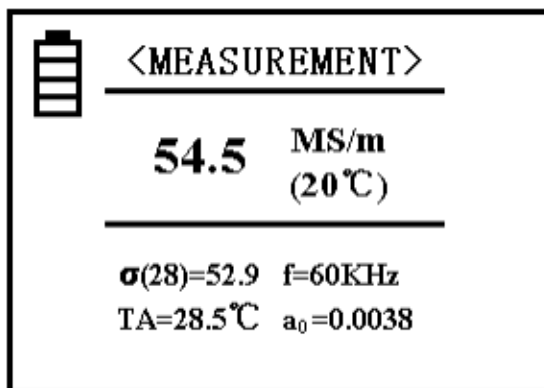

Bild 2
Wenn Sie die Taste "MEAS" drücken, gelangen Sie sowohl aus dem Willkommensbildschirm, als auch aus dem Kalibrierenmenü und der Einstellungsoberfläche direkt zur Messung (*Bild 2*).
- Die Anzeige im oberen Bereich des Displays (vgl. "Messung"/"Measurement" (*Bild 2*)) zeigt, in welchem Modus Sie sich aktuell befinden.